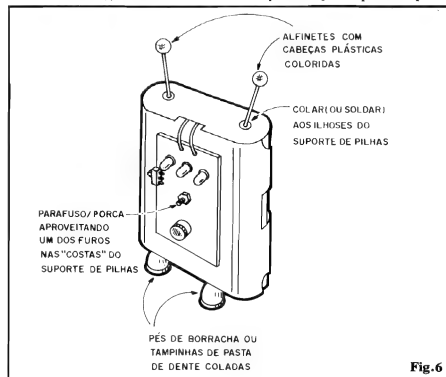

Fig. 6
- FIG. 6 - DETALHES DO POSICIONAMENTO DO LDR - O "olho" do circuito, através do qual ele "sabe" se é dia ou é noite, deve ficar além de "desimpedido", ligeiramente "embutido", com o pequeno afastamento sugerido favorecendo uma certa direcionalidade no sensoramento, com o que o LDR ignorará outras
LDR "semi-embutido", conforme fig. 6) pode ficar na parte frontal ou mesmo numa das laterais, dependendo da posição pré-escolhida para fixação da caixa (em função de "onde" exista, também, uma janela próxima, nas condições indicadas na fig. 6). Ainda na fig. 7 vemos o diagrama geral de instalação, de "casamento" do PORTAU com a fiação C.A. já existente (todas as linhas tracejadas referem-se à cabagem/instalação normal do local, que não precisará ser "mexida"...). Os acessos "C-C" vão a ambos os terminais da cigarra da campainha (os fios que lá estavam devem continuar ligados, para que a cigarra possa normalmente tocar quando o botão da campainha for acionado...). Os acessos "I-I" vão aos terminais do interruptor que normalmente aciona a(s) lâmpada(s) da entrada da casa... Também aqui, os fios que já estavam ligados ao tal interruptor, devem lá permanecer, de modo que a iluminação possa também ser acionada "manualmente", sem a intervenção do PORTAU, quando isso for desejado... Finalmente, o "rabicho" vai ligado a uma tomada C.A. próxima... Observe que o local exato de fixação da caixa do PORTAU deve ser escolhido a partir de algumas condições elementares, e de um pouco de bom senso: deve haver uma janela em "linha de visada" (para a informação luminosa ao
- FIG. 6 - ESTRUTURANDO O ROBOZINHO... - Se as coisas foram feitas de acordo com as recomendações inerentes às figuras anteriores, não haverá dificuldades em fixar o conjunto conforme sugere a ilustração... O suporte de pilhas tipo "canoa" apresenta, nas suas "costas", dois furos centralizados, dos quais um deverá "bater" direitinho com a posição da furação já demarcada na placa de Impresso (rever fig. 3...). Um simples conjunto parafuso/porca